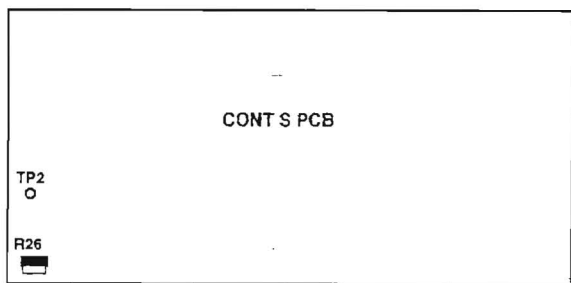

Fig. 2-10
- Connect the DC voltmeter between TP2 (Fig. 2-10) on the CONT S PCB and GND.
- When blank tape MTT-5512 is played back in the REV /PLAY mode, adjust R26 (Fig. 2-10) on the CONT S PCB so that the voltage at TP2 reads 2.5 V.
- CONT S PCB の TP2 (図2-10) と GND 間に DC 電圧計を接続する。
- REV/PLAY モードで、ブランク・テープ MTT-5512 を再生したとき、TP2 の電圧が 2.5V になるように CONT S PCB の R26 (図2-10) を調整する。